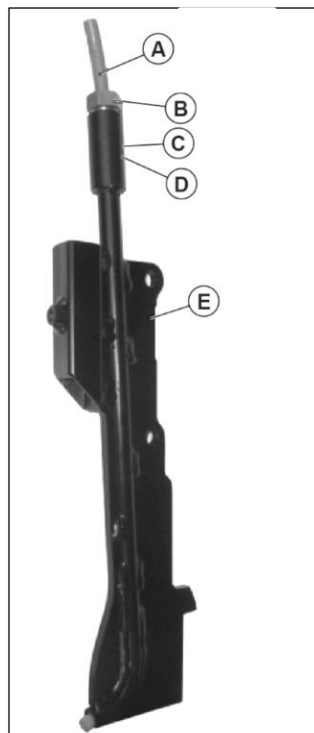

Fig. 4
- Insérer dans la structure de l'ailette (E)
- dans l'ordre suivant : la bague OR (D)
- l'entretoise (C) et la douille fileté. (B)
- En gardant la douille légèrement desserrée, insérer le tuyau flexible (A) jusqu'à ce qu'il déborde de la partie inférieur d'environ 5 mm. Ensuite, serrer la douille fileté à l'aide d'une clé n° 17 et bloquer le tuyau. La Fig. 4 montre le l'ailette correctement assemblée.